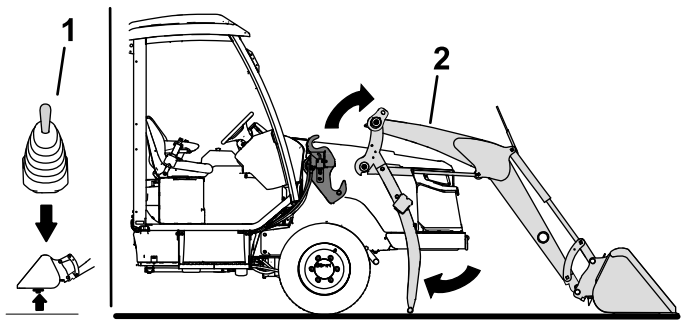

図 46
- ローダのジョイスティックでアームを上昇させてフレームマウントから外す 図 46。